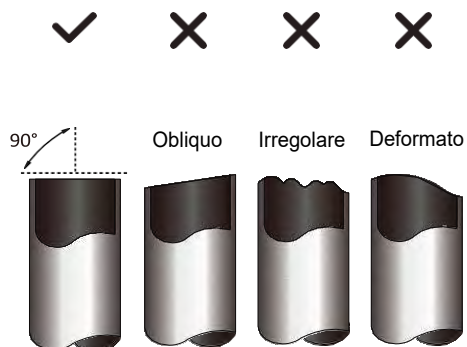

Fig. 5.1
3. Assicurarsi che il tubo sia tagliato perfettamente a 90°. Vedere la Fig. 5.1 per esempi di tagli errati.